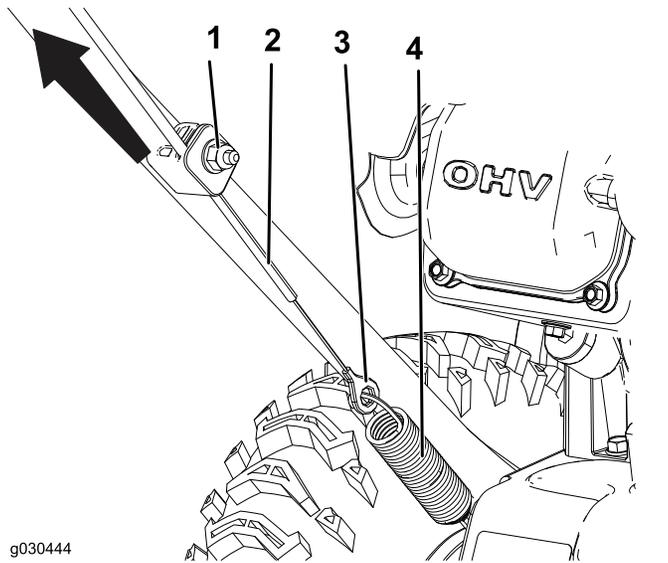

Bild 24
1. Lockern Sie die Mutter an der unteren Kabelklemme, ohne sie zu entfernen (Bild 24).
2. Ziehen Sie das Kabel hoch, damit es nicht durchhängt (Bild 24).
3. Halten Sie das Kabel fest und ziehen Sie die Mutter an (Bild 24).